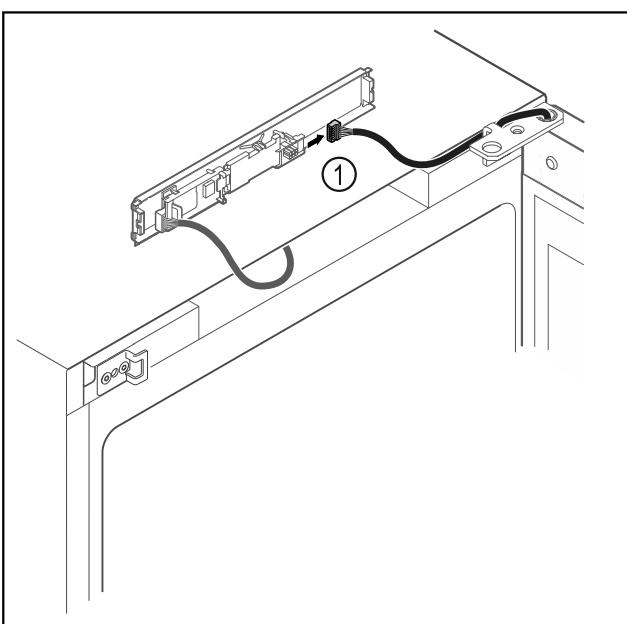

Fig. 18
► Витягнути штекер Fig. 18 (1) з плити.